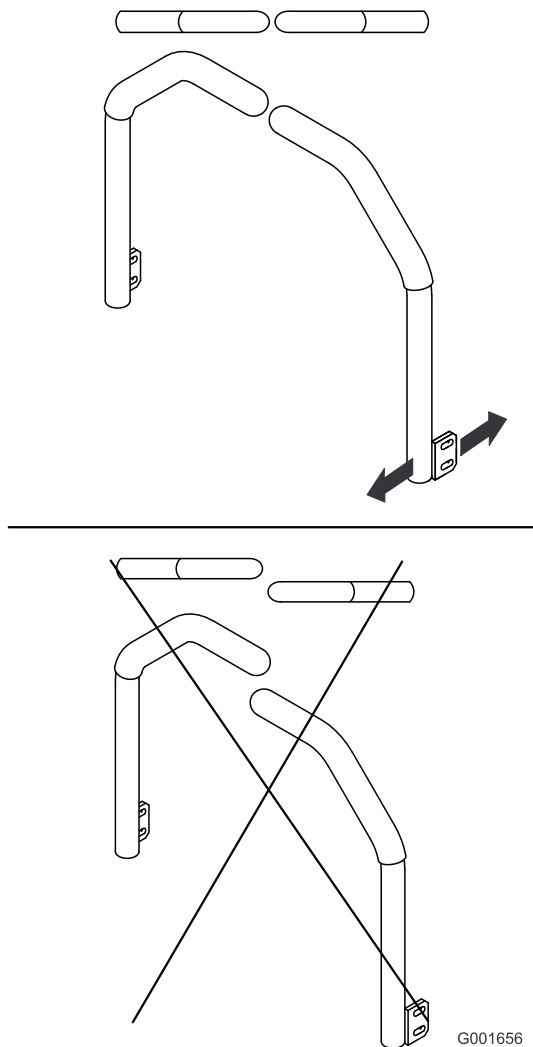

Figura 60
5. Ajuste as alavancas de controlo de forma a ficarem alinhadas e aperte os parafusos, prendendo as alavancas às hastes (Figura 60).